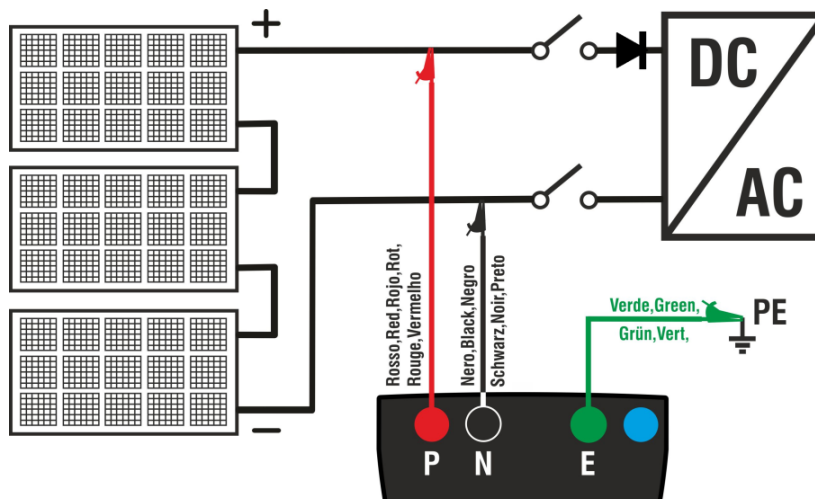

Fig. 6: Connexion de l'instrument pour la mesure de l'isolation en mode DUAL
6. Connectez l'instrument à la chaîne PV testée comme indiqué dans Fig. 6. **Le test peut également être effectué sur plusieurs chaînes en parallèle les unes avec les autres. N'oubliez pas que les parafoudres connectés aux câbles de la chaîne / des chaînes doivent également être déconnectés et qu'il est conseillé de mesurer en amont d'éventuelles diodes de blocage**